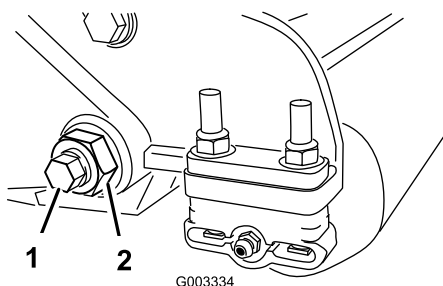

Figura 26
- Desaperte a porca de bloqueio que segura a cavilha da barra de apoio, em cada um dos lados da máquina (Figura 26).
- Remova cada uma das cavilhas da barra de apoio, de modo a permitir puxá-la e retirá-la da máquina (Figura 26). Guarde as duas anilhas de nylon e a